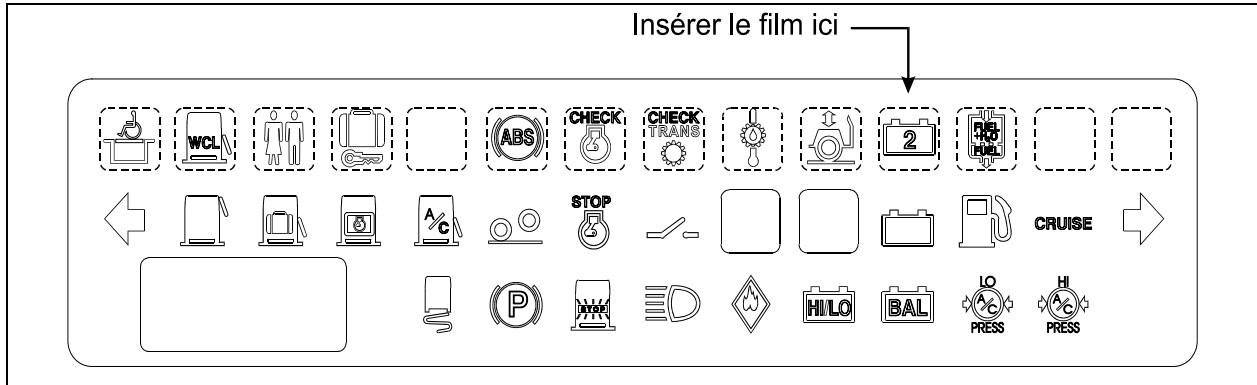

FIGURE 13 : TABLEAU DES TÉMOINS LUMINEUX
2. Effectuer une vérification du fonctionnement des indicateurs du tableau de bord à l'aide de l'interrupteur «TEST» (se référer au manuel de l'opérateur). S'il n'y a pas de pictogramme de second alternateur tel qu'illustré à la figure 13, desserrer le tableau des indicateurs et insérer le pictogramme (#562958) tel qu'illustré. Attention de le mettre dans le bon sens. Revisser le tableau.